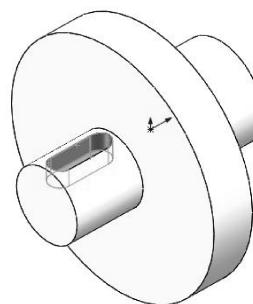

图 3-27 创建拉伸切除特征
- 单击【确定】按钮 $\checkmark$ ，完成拉伸切除特征的创建，结果如图 3-27 所示。